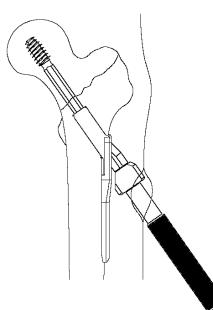

図 1
- 1) ラグスクリュー用圧迫器 (T) の圧迫ナットとキードラグ圧迫用 T ハンドル (S) を付け替えます。
- 2) プレートインパクタ 145° を用いてプレートとラグスクリューを完全に接続し、プレートを骨面に密着させます。（図 1）